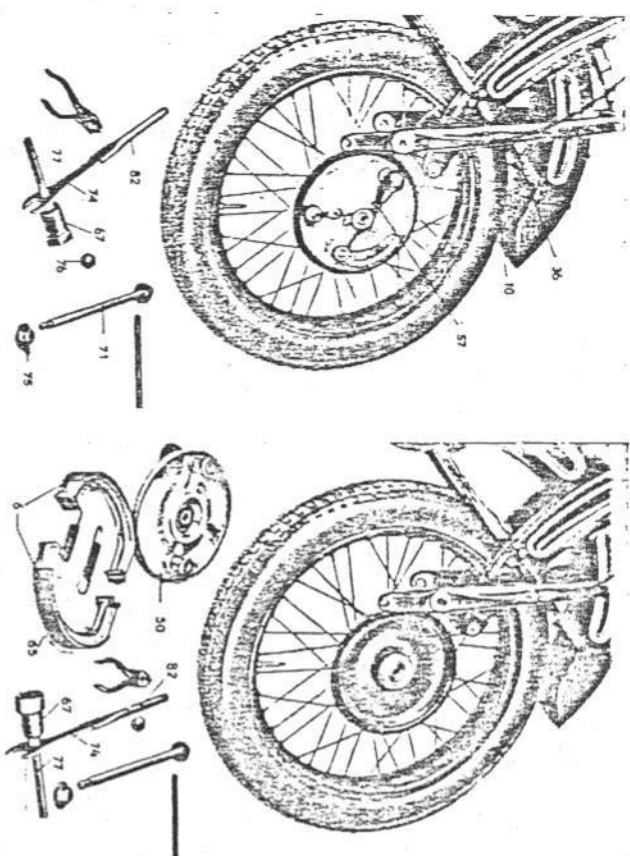

Abb. 33. Ausbau des Vorderrades
k) Abnahme des Vorderrades: Man stellt die Maschine auf den vorderen Kippländer, zieht mit der Kombinationszange den Nippel des Bremskabels aus dem Schlitz des kleinen Bremshebels 57 heraus. Das Herausziehen des Bremsseiles wird durch einige Umdrehungen an der Stellschraube 36 erleichtert. Nun schraubt man mittels der nach Abb. 33 zusammengebaute Schlüssel 67, 74, 77 und 82 die auf der gleichen Radseite sitzende Bundmutter 75 der Steckachse 71 ab, zieht diese heraus und entfernt auch die Kappenmutter 76. Das Rad mit Bremse ist dann nach rückwärts zu schwenken und auf die linke Seite herüberzudrücken. Es ist nur notwendig, die Maschine noch etwas weiter umzuliegen oder, wenn ein Seitenwagen angeschlossen ist, sie vorn noch etwas zu heben, um das Rad aus dem vorderen Schutzblech herauszuziehen (Abb. 33).